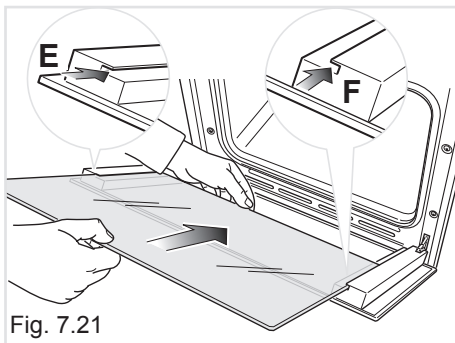
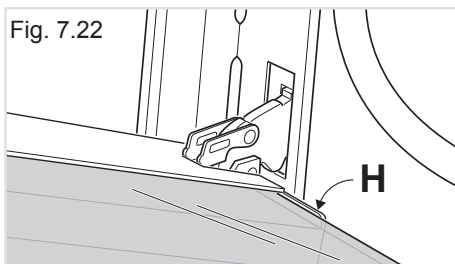

Fig. 7.21
Fig. 7.22
- Insérez la vitre dans les rails de guidage gauche "E" et droit "F" (fig. 7.21) et faites-la glisser en douceur jusqu'aux butées "H" (fig. 7.22).